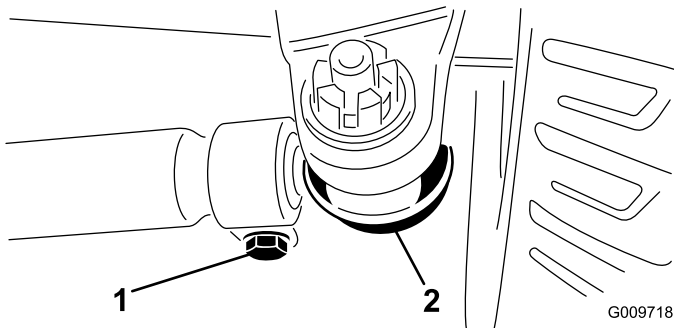

Figure 76
3. Pour le régler, retirez la goupille fendue et l'écrou de l'une des rotules de biellette (Figure 76). Déposez la rotule de biellette du support du corps d'essieu.
4. Desserrez les fixations aux deux extrémités des biellettes (Figure 76).